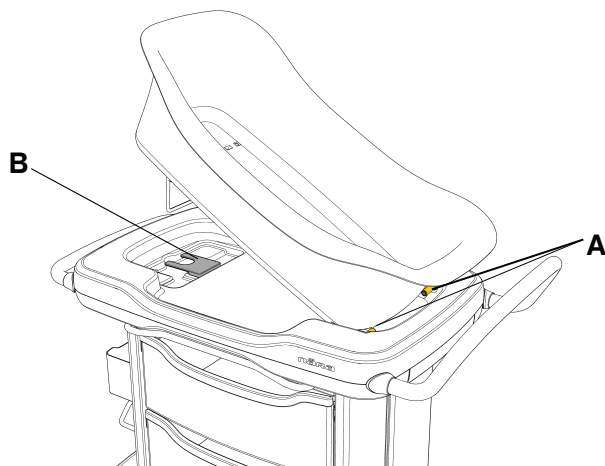

图 2 – 将婴儿卧篮连接并锁到底柜上
1. 倾斜婴儿卧篮，将婴儿卧篮底部的缺口对齐底柜上的两个固定销(A) (图2)。
3. 滑动金属托架下的倾斜度操纵杆直到该操纵杆固定(B) (图2)。